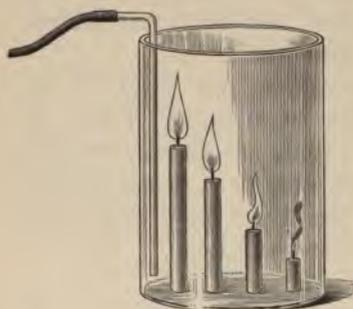

Fig. 153.
**Versuche mit Kohlenäure.** Ein Licht mit einem unsichtbaren Gase auszugießen. Selbstverständlich ist das angekündigte unsichtbare Gas die Kohlenäure. Man befestigt auf einer Pappscheibe mehrere Lichte von ungleicher Größe und versenkt diese auf den Boden eines hohen, nicht zu breiten Einnacheglasses, worauf man mit einer langen ganz herabreichenden Glasröhre Kohlenäure aus der Entwicklungsflasche in das Glas eintreten läßt (Fig. 153 a. f. S.). Sie sammelt sich auf dem Boden und dann steigt ihre Oberfläche mehr und mehr, um ein Flämmchen nach dem andern, vom kleinsten anfangend, zu ersticken.
im Sinne zunehmenden Gewichtes geben. Gießt man aus einem großen Gefäß, gerade so, als handele es sich um eine Flüssigkeit, Kohlensäure über eine Kerzenflamme, so wird sich diese sofort zusammenducken, als habe sich ein fester Gegenstand auf sie gelegt. Sowie die Gasmenge aber zunimmt, verlöscht das Licht ebenso, als hätte man es in das Gas selbst getaucht (Fig. 153).